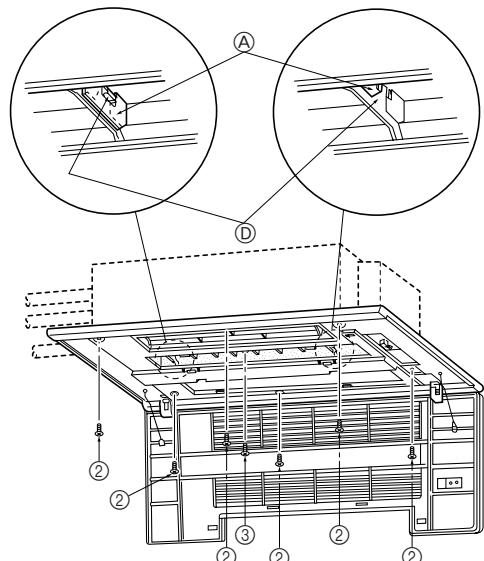
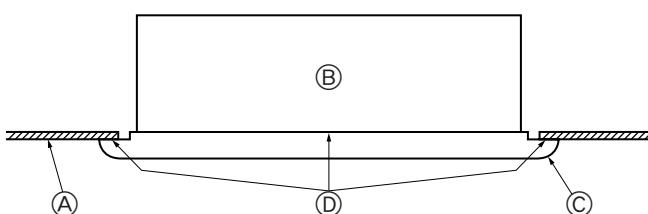

Fig. 5-5
Fig. 5-6
- Отрегулируйте положение передней панели таким образом, чтобы она надлежащим образом вписывалась в угол между потолком и стеной, и установите крепежные болты ② (поставляются с прибором) в четырех местах слева и справа, оставив их слегка незатянутыми. (Fig. 5-5)
- Далее затяните крепежные болты ② и крепежные винты ③ в трех местах в центре.
- И наконец затяните крепежные болты ② в четырех местах слева и справа.
- На этом этапе убедитесь в отсутствии щелей между внутренними прибором и передней панелью, а также между передней панелью и поверхностью потолка. Наличие щелей может привести к попаданию ветра, что, в свою очередь, может вызвать капание воды. (Fig. 5-6)
- \* Плотно затяните крепежные болты ② и крепежные винты ③.